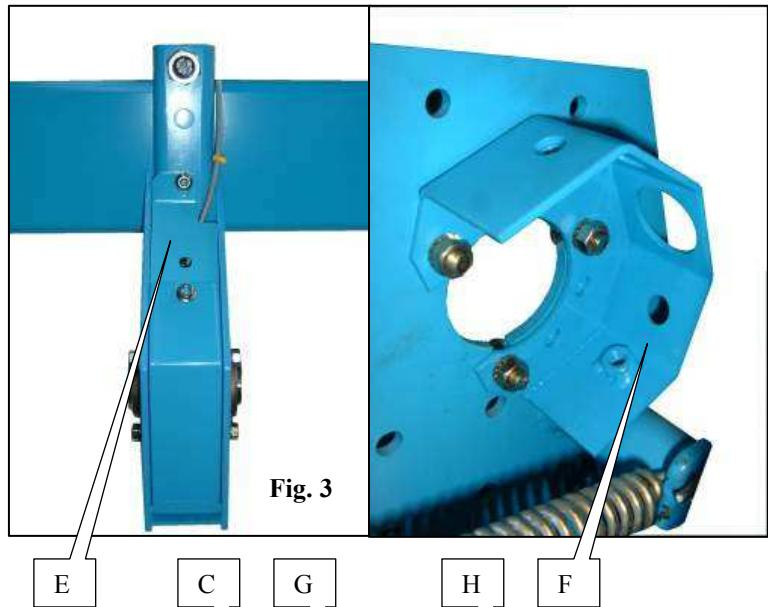

Fig. 3
- Montare la cellula C (fig. 3, 4 e 5) con le due viti a testa fresata D (fig. 3, 4 e 5).
-**Sur NC et NG+, monter la boîte à capteur E (fig. 3) sur la poutre du châssis à l'aide de la bride et des écrous fournis.**